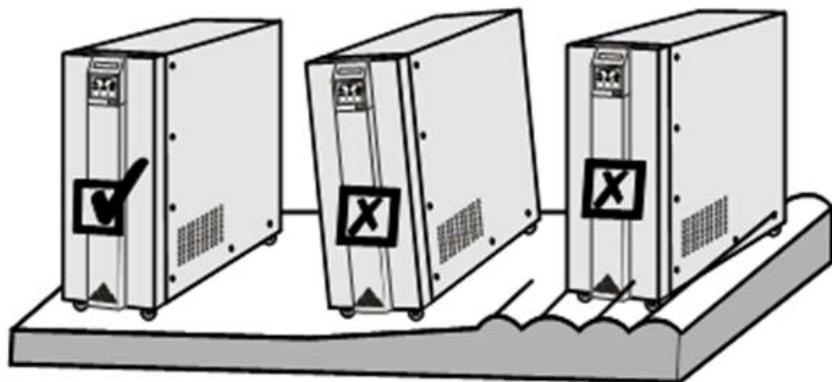

Рис. 3
- Не размещайте ИБП на наклонной поверхности или на неровной поверхности (Рис. 3)